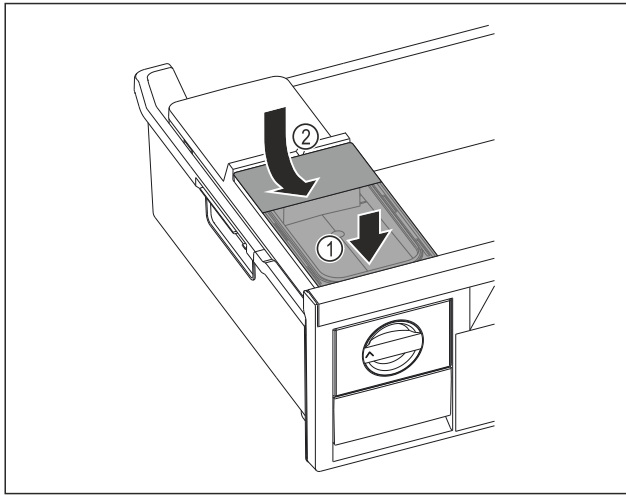

Fig. 110
- ▶ Aseta vesisäiliö edestä. Fig. 110 (1)
- ▶ Laske vesisäiliö taakse alas. Fig. 110 (2)